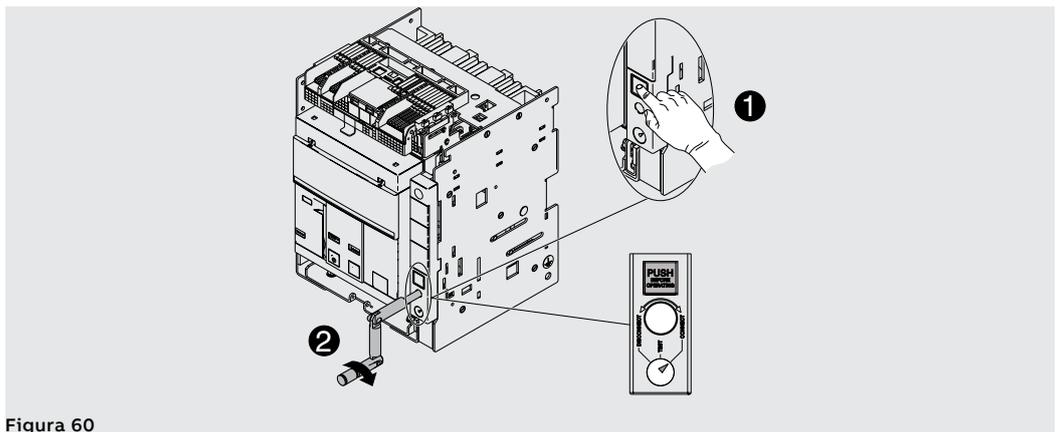

Figura 60
7. Premere il pulsante di blocco dopodichè ruotare la manovella in senso orario sino a quando il pulsante fuoriesce ed il segnalatore indica che l'interruttore è in posizione **CONNECT**. Vedi Figura 60.